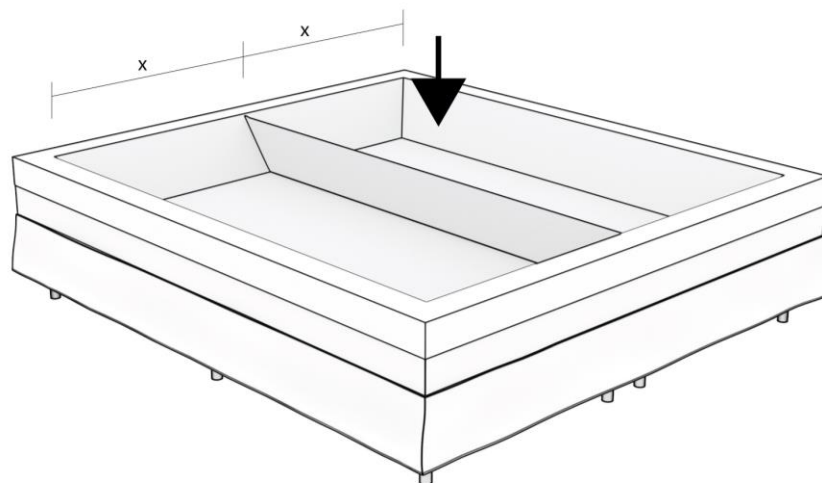

Abbildung 9: Installieren des Dividers.
Schritt 9. Bei einer Duo-Version installieren Sie den Divider genau in der Mitte des Sicherheitsfutters, so dass der Abstand 'x' zum Rand auf beiden Seiten gleich ist, wie in Abbildung 9 dargestellt.